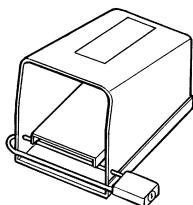

Figura 1 – Interruptor de pie cerrado
8. **Si no se usa se debe poner un pestillo en el interruptor de pie.** (*Figura 1*). Esto evita que la máquina se ponga en marcha de una manera no intencionada.